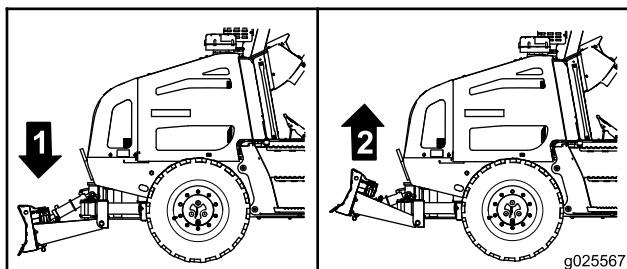

Figura 55
- Per abbassare la lama livellatrice, spostate il joystick in avanti (Figura 55).
- Per sollevare la lama livellatrice, spostate il joystick all'indietro (Figura 55).